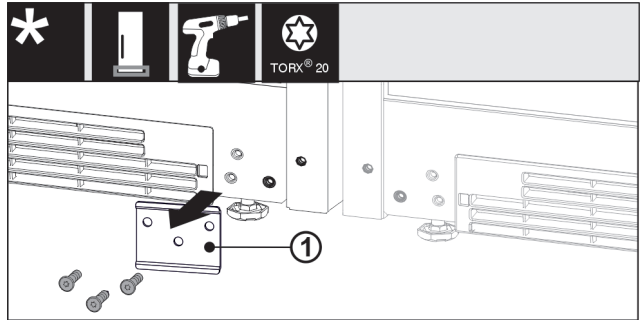

Fig. 16
- Dévisser la plaque Fig. 16 (1) le cas échéant.